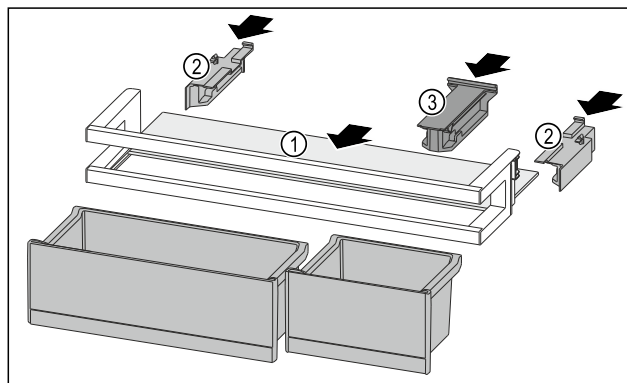

Fig. 135
- Abstellfläche Fig. 135 (1) in die seitlichen Aussparungen einschieben.
- Seitenteile Fig. 135 (2) einsetzen.
- Halteteil Fig. 135 (3) einsetzen.